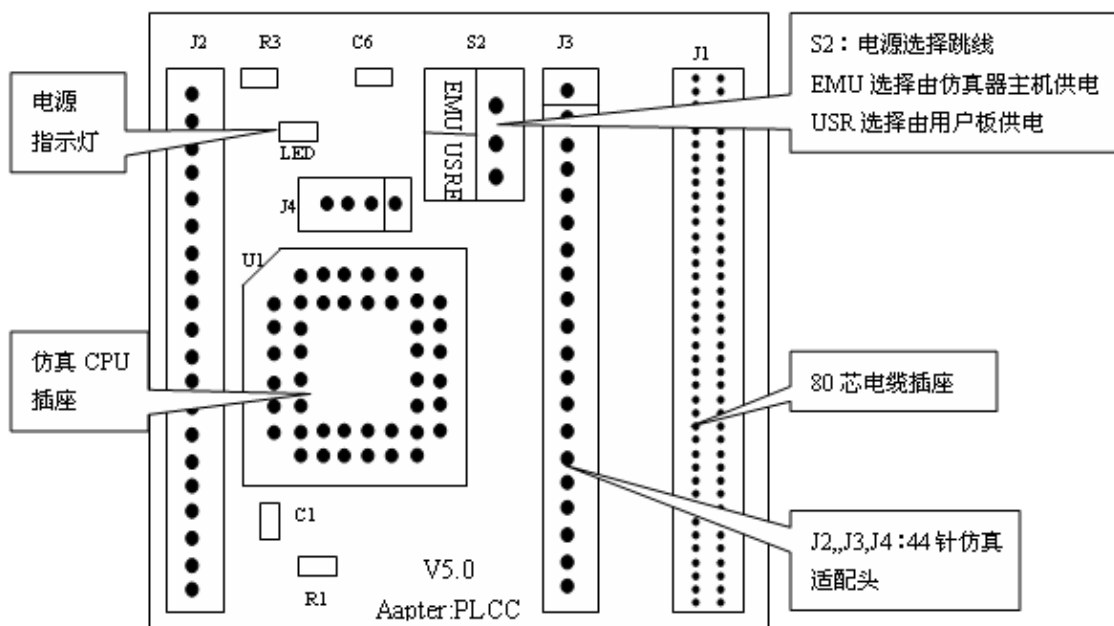
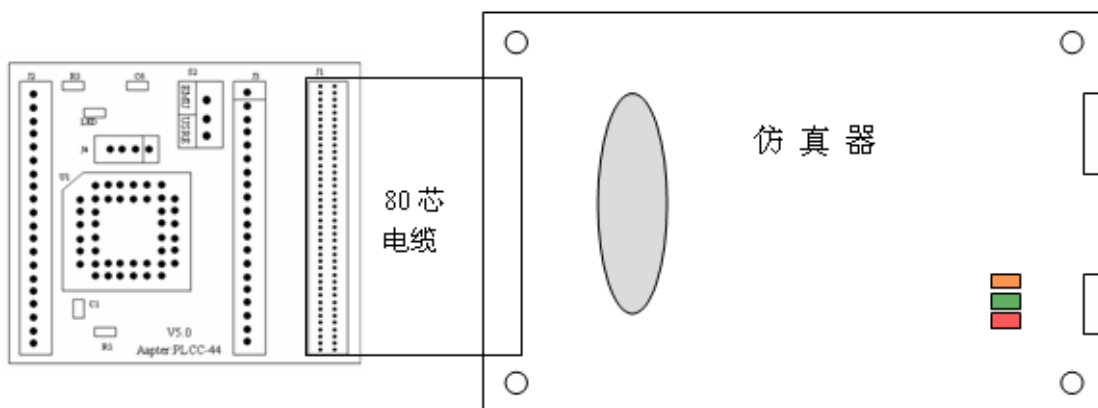

图 2-7 PLCC-44 仿真芯片适配头
图 2-8 PLCC-44 仿真芯片适配头与仿真器的连接
- PLCC-44 仿真芯片适配头的结构如图 2-7，与仿真器的连接如图 2-8 所示。